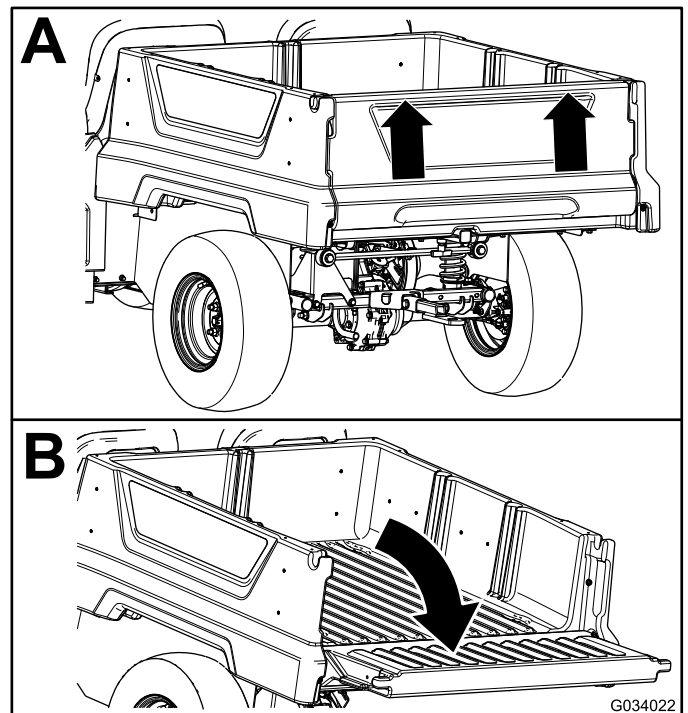

Bild 15
2. Heben Sie die Heckklappe mit beiden Händen an der Leiste oben an der Heckklappe an (Bild 15).
3. Senken Sie die Heckklappe ab, bis sie bündig mit dem Boden der Staubox ist (Bild 15).